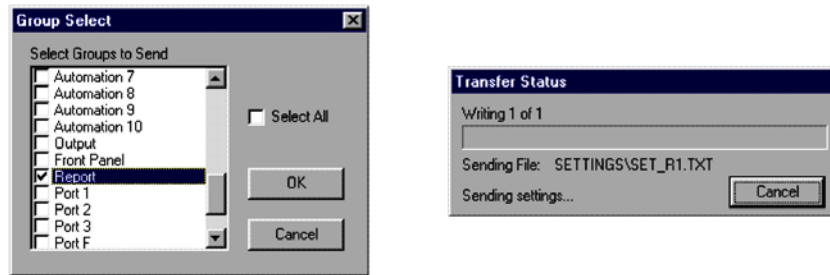

Figura 6.15 Transferindo os Ajustes do Grupo 1 e Relatórios (*Group 1 e Reports*) para o SEL-421
- O ACSELERATOR permite que você selecione a classe de ajustes que deseja enviar para o relé, conforme mostrado na caixa de diálogo **Group Select** da *Figura 6.15*.
O ACSELERATOR responde através da caixa de diálogo **Transfer Status**, conforme mostrado na *Figura 6.15*. Se não houver nenhuma mensagem de erro, os novos ajustes são carregados no relé.
NOTA: As caixas de diálogo do **Relay Editor** mostradas na Figura 6.15 são para o SEL-421. As caixas de diálogo dos SEL-421-1 e SEL-421-2 não contêm os exemplos de ajuste de Automation 2 a Automation 10.